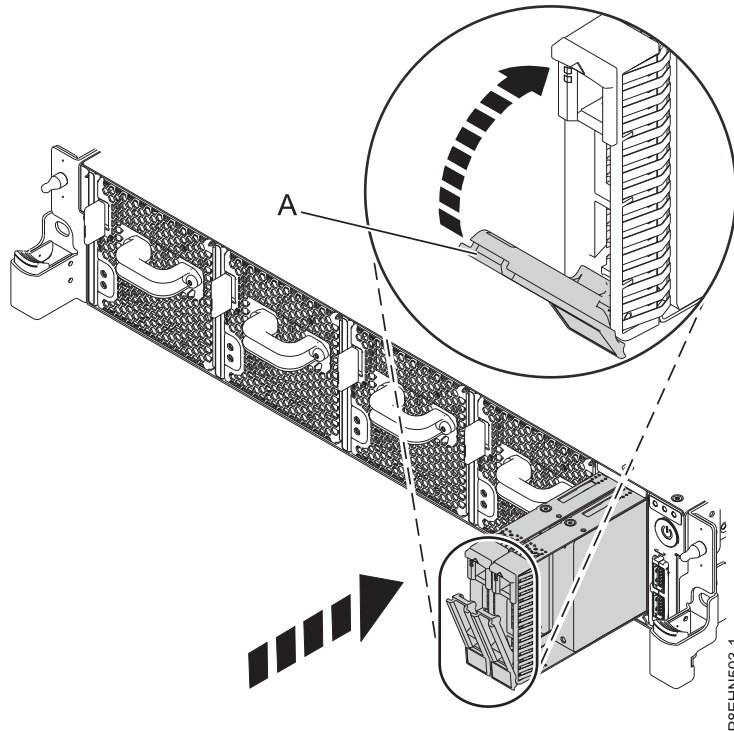

Figure 23. Détails relatifs à la fixation d'une unité de disque
6. Verrouillez la poignée de baie d'unité (A) en appuyant sur le loquet de la poignée. Voir figure 23, à la page 21.